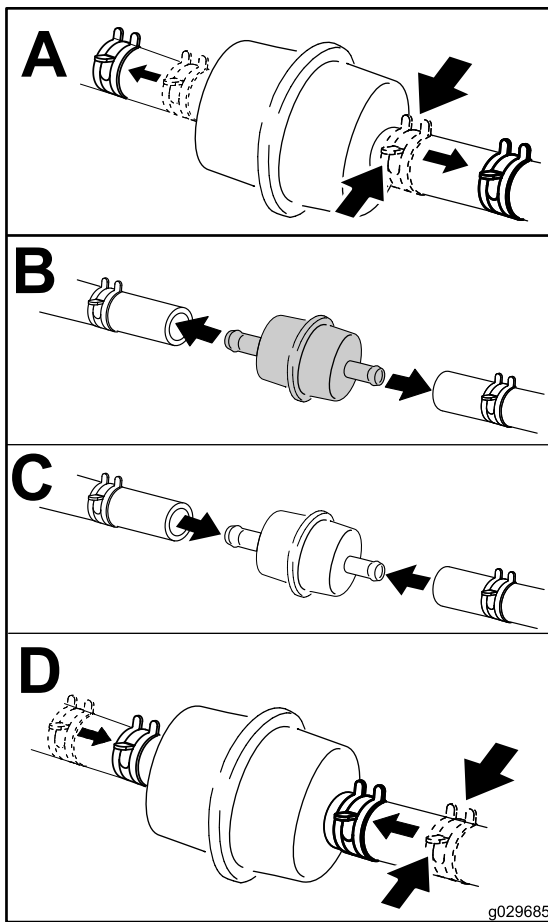

Figura 42
6. Coloque un recipiente limpio debajo del filtro de combustible y cambie el filtro de combustible, como se muestra en la Figura 42.